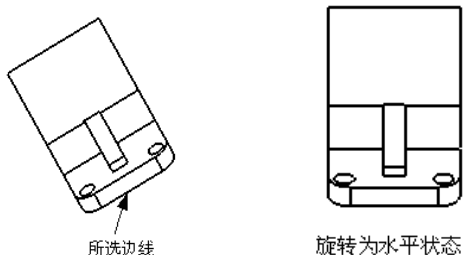

图 8-38 旋转视图
① 在工程图中选择一条直线。
② 在菜单栏中选择“工具”→“对齐工程图视图”→“水平边线”或“工具”→“对齐视图”→“竖直边线”命令。
③ 此时视图会旋转, 直到所选边线为水平或竖直状态, 如图 8-38 所示。